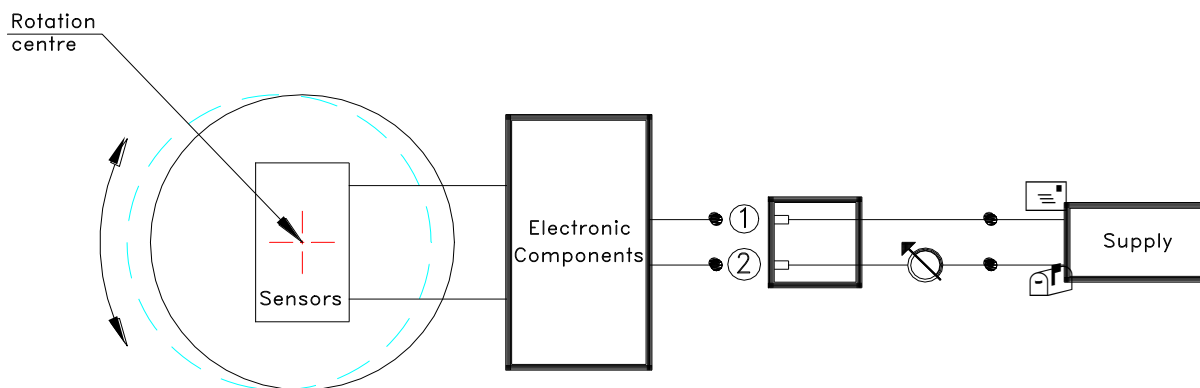

Fig.1
Il trasmettitore elettronico di posizione STI mod.2030 è basato sull'effetto EDDY (Fig.1). La rotazione eccentrica di un tamburo viene rilevata da un gruppo di sensori e convertita in un segnale 4÷20 mA.
The operating principle of the electronic position transmitter STI mod. 2030 is based on the EDDY effect (see Fig.1). The eccentric rotation of a cylinder is detected by two sensors and converted into a 4 to 20 mA signal.
- Procedere al collegamento ad un'alimentazione 12÷32 Vcc (Fig.1), utilizzando un cavo schermato.
- Solo per i modelli senza la scritta 'Only this way to adjust' sulla parte superiore del cilindro: se c'è un albero con attacco std., allentare la vite di fissaggio(S) che collega l'albero (6) alla leva (L) in modo tale che l'albero si possa muovere liberamente; se invece vi è un attacco del tipo VDI/VDE 3845, allentare il dado (12).
- Connect a 12 to 32 Vdc supply (see Fig.1) using a screened cable.
- Just for the models without the writing 'Only this way to adjust' on the cylinder's topside: in case of standard shaft, loosen the allen screw (S) which connects the shaft (6) to the lever (L). The shaft will become free to move. Otherwise, if a VDI/VDE 3845 connection is used, loosen the nuts (12).